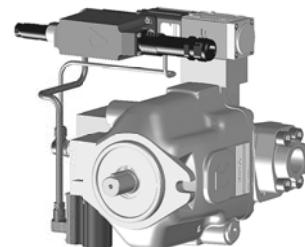

图7
- \* 用于变量轴向柱塞泵的新放大器E-RI-PES（见图7）集成了数字压力和流量控制（见以上内容）并带电子最高功率限制功能。液压轴运动时，多套PID参数可以通过12芯插头（对选项/S）或通过-BC或-BP接口（对选项/Z）实时选取，以提高P/Q控制性能。